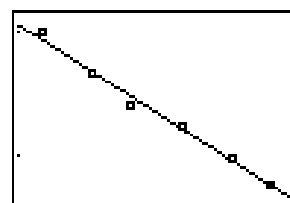

図 2 : 1/T (x 軸) - lnP_水 (y 軸)
3. $1/T$ を L_1 に入れ、蒸気圧 ($\ln P_{\text{水}}$) を L_2 に入れます。STAT PLOT を指定し、図2のように、 L_1 と L_2 のデータを散布図(□のマーク)にします。このグラフとクラウジウス – クラペイロンの式を使って、水の蒸発のエンタルピーを求めることができます。TI-GGRAPH LINK を使って、データをコンピュータに送って、このグラフを印刷してください。
図2に液体の蒸気圧 lnP_水 (y 軸)と1/温度 (x 軸)の STAT PLOT を示します。上記の3.で計算した線形回帰モデルを「Y=」に入力して、STAT PLOT と同時に表示します。window 変数は ZoomStat を使ってください。そのグラフの直線の傾きが $\Delta H_{\text{vap}}/R$ に等しくなります。